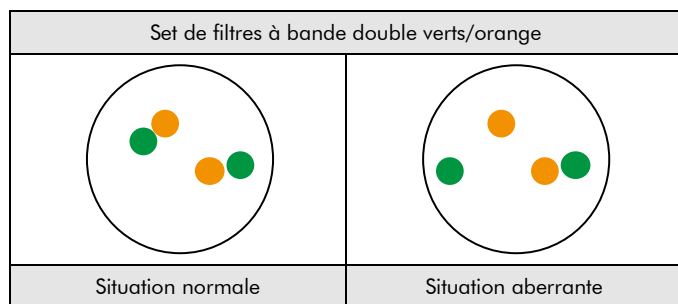

Fig. 2 : Résultats attendus dans les noyaux en interphase normaux et présentant une aberration
**Situation normale :** Dans les interphases de cellules normales ou de cellules sans une translocation impliquant la région du gène ETV6, deux signaux verts et deux signaux orange apparaissent (voir figure 2).
**Situation aberrante :** Une région du gène ETV6 affectée par une translocation est indiquée par un signal vert séparé et un signal orange séparé (voir figure 2).